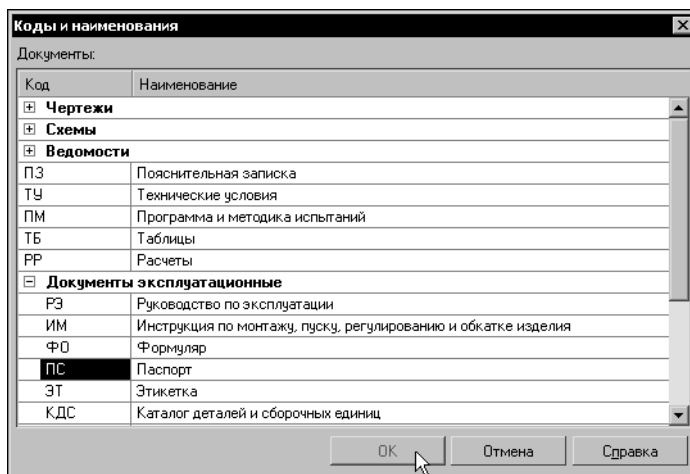

Рис. 12.3. Выбор кода и наименования
- 8.3. В появившемся диалоге раскройте раздел **Документы эксплуатационные**, выделите код *ПС* и нажмите кнопку **ОК** (рис. 12.3).К обозначению документа в колонке *Обозначение* добавятся пробел и код — *ПС*, а в колонку *Наименование* будет внесено соответствующее наименование документа — *Паспорт*.